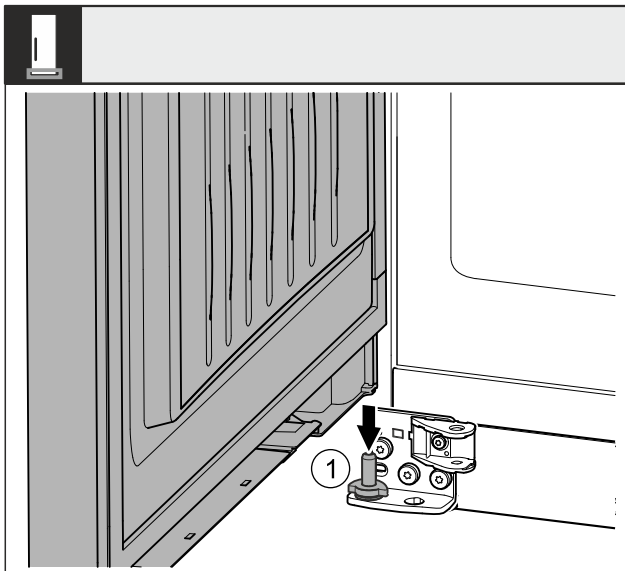

Fig. 42 *
- ▶ Установите дверь сверху на нижний опорный палец Fig. 42 (1)*.